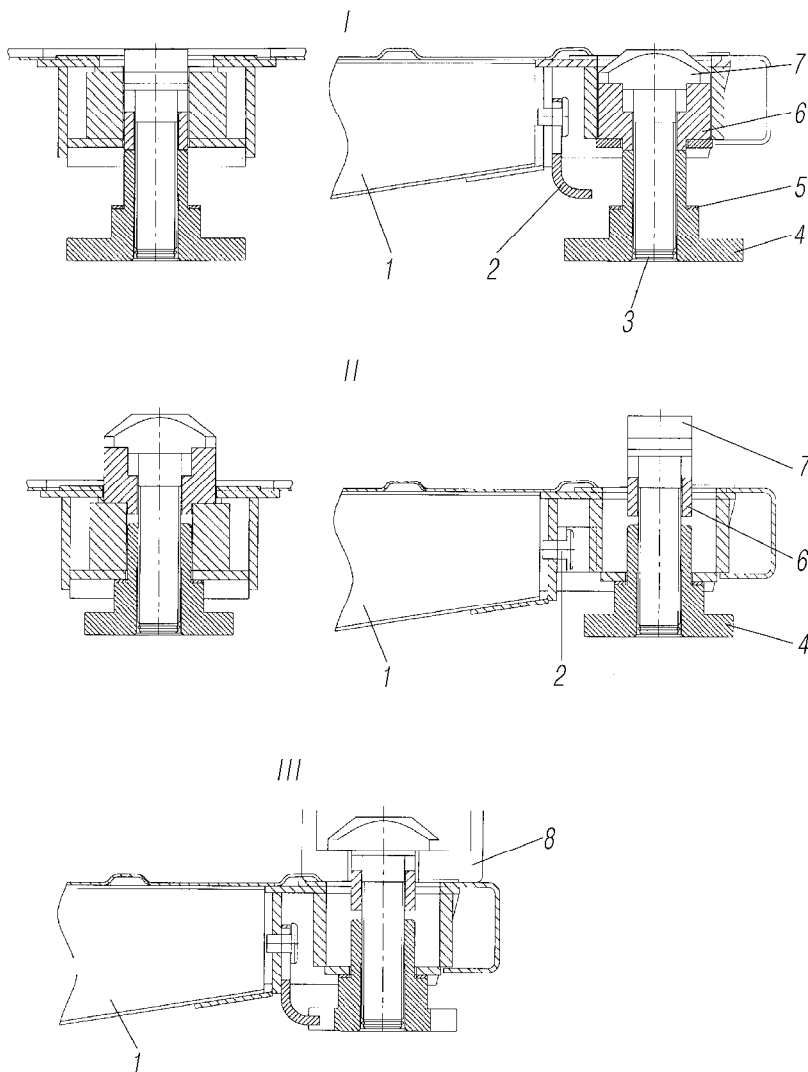

Рис.157. Устройство для крепления контейнера:
1. *Транспортное положение без контейнера* (рис. 157, I). Фиксатор 6 утоплен в упоре поперечной балки 1. Замок 7 входит головкой в пазы фиксатора и притянут к нему штурвалом 4. При этом замок занимает нижнее положение и не выступает над гофрами пола.
2. Установка контейнера (см.рис. 157, II). Штурвал 4 переместить вниз по резьбе замка.
3. Транспортное положение с контейнером (см.рис. 157, III).